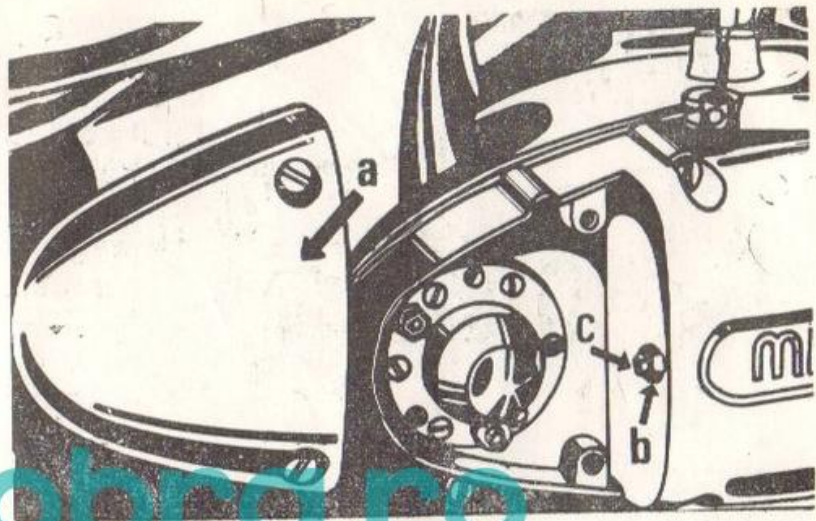

Fig. 27.
1. Înlăturați capacul „a” (fig. 27), slăbiți piulița „b” și apoi strângeți șurubul „c” pînă simțiți că opune rezistență.